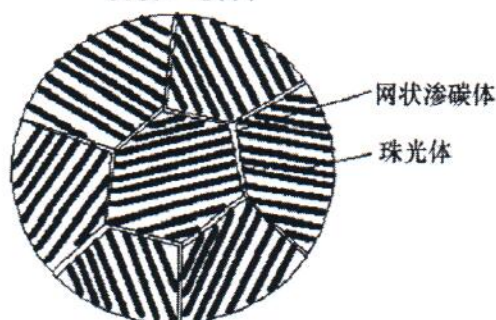

图 9-3 第七题解答图
1.1% C 的钢由液相冷却时先进入 L +  $\gamma$  奥氏体两相区，形成枝晶或等轴状  $\gamma$  奥氏体，然后进入奥氏体单相区；继续冷却到  $\sim 760^\circ\text{C}$ ，沿晶界析出二次渗碳体，在  $727^\circ\text{C}$  剩余的奥氏体转变为珠光体，最后的组织是珠光体 + 网状二次渗碳体，如图 9-3 所示。